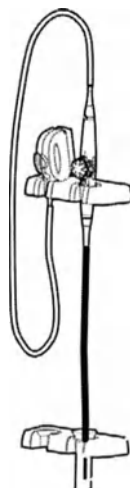

Рис. 1-23. Хранение датчиков
3. Датчик следует хранить в вертикальном положении на стеллаже для хранения. При хранении ручка должна быть в таком положении, чтобы гибкий вал был направлен вниз и свободно свисал (Рис. 1-23). Избегайте попадания на зонд прямых солнечных лучей и рентгеновского излучения. Рекомендуемый температурный диапазон для хранения: от 0 до +45 °С.